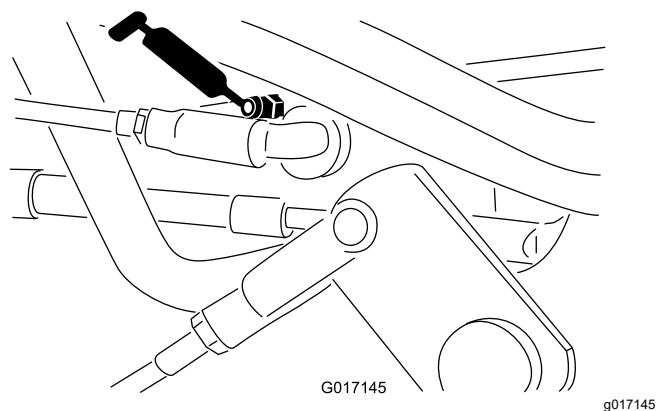
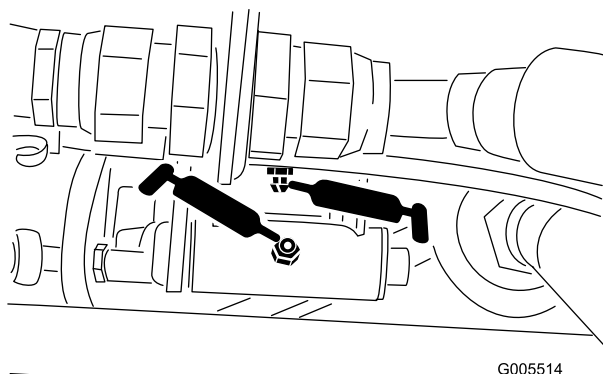

Figure 38
Figure 37
- Tringlerie de sélecteur de vitesses (Figure 37 et Figure 38)